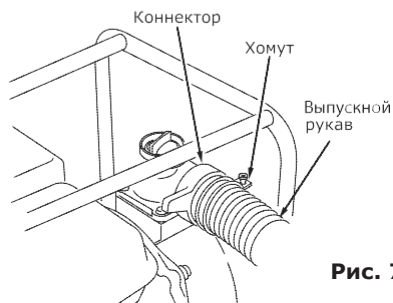

Рис. 7
- подсоедините выпускной рукав к патрубку при помощи зажимного кольца и хомута (рис.7).